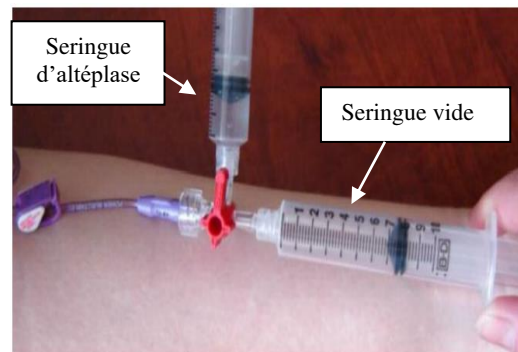

Figure 1, Courtoisie de F. Paquet, utilisée par l'Association Canadienne d'Accès Vasculaire
5. Tourner le robinet du côté de la seringue d'altéplase (voir figure 1)